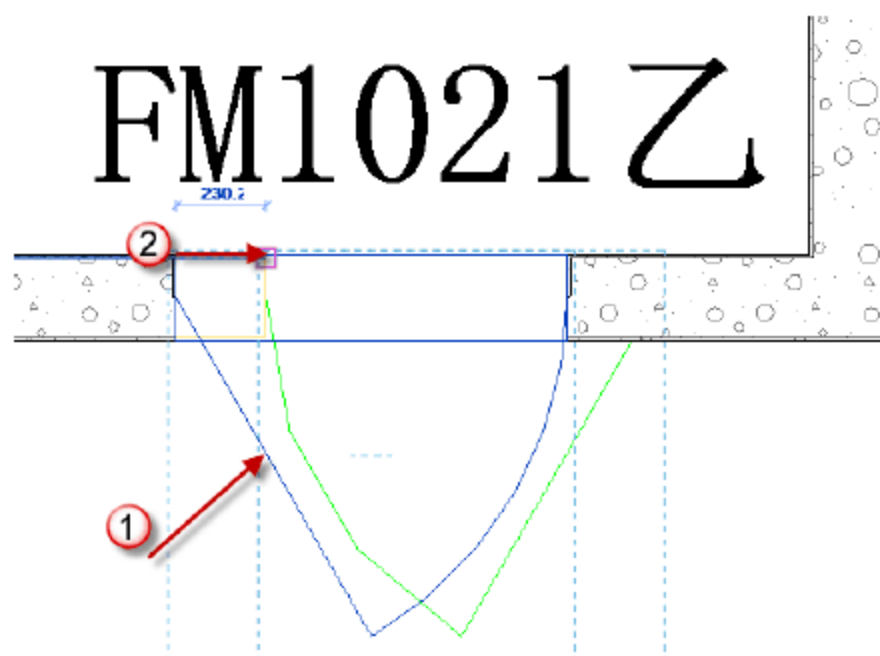

图 9.3.8 移动“FM1021 乙”
(7) 移动“FM1021 乙”族。先选择已经插入的门族，按快捷键 M+V，移动“FM1021 乙”，如图 9.3.8 所示。